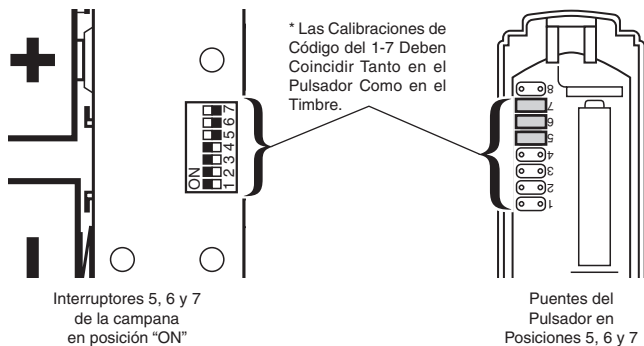

Figura 9 - Dentro del pulsador y de la campana
- Asegúrese que los códigos del pulsador y de la campana sean los mismos (vea la Figura 9).
1. Abra las cajas y ubique los puentes del pulsador y los interruptores de la campana (vea la Figura 9).
Nota: La unidad vendrá con la configuración de fábrica con los puentes en los sitios 5, 6 y 7 en el pulsador y con los sitios 5, 6 y 7 para interruptores en la posición "ON" en la campana (vea la Figura 9).